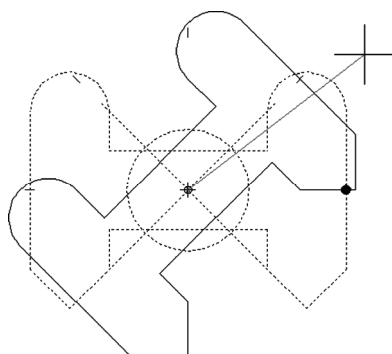

图 9-18 测试旋转动态块
4) 单击“保存块”按钮，进行保存，单击“测试块”按钮进入“测试块”窗口，单击右边竖直线段的中点进行拖动，就会发现该块只能旋转至“0°、45°、90°、135°、180°”这几个角度，如图 9-18 所示。